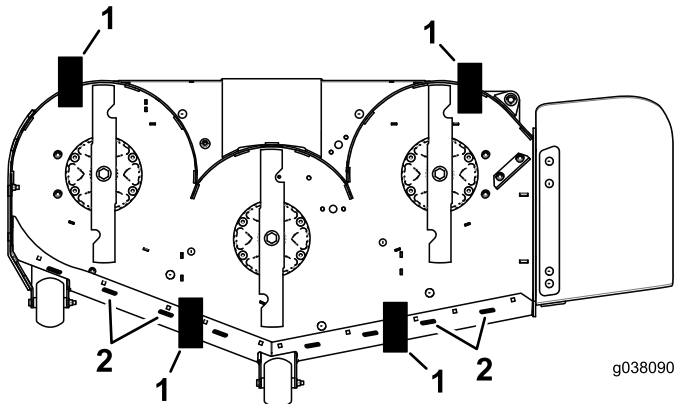

Figure 75
9. Placez une cale (voir le Tableau de hauteur de cale et d'inclinaison) sous le bord arrière de la jupe du tablier de coupe de chaque côté du tablier de coupe (Figure 75).